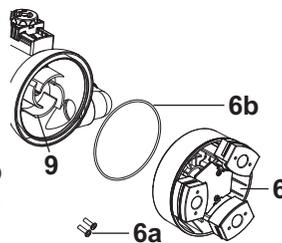

Fig. 11
- Puis retirer la base (6) et le joint en caoutchouc (6b) en desserrant les vis (6a) avec un tournevis adéquat (Fig. 11).